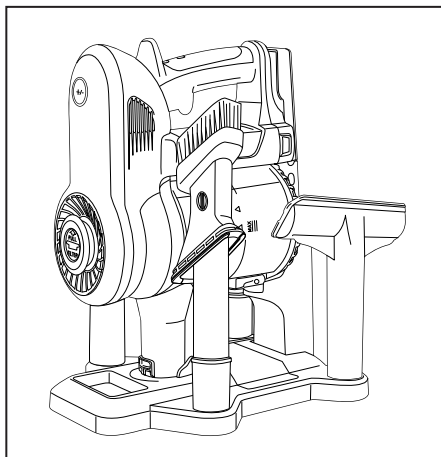

Fig. 3
3. Coloque los demás accesorios en la estación de almacenamiento/carga (fig. 3).